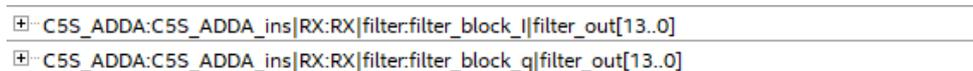

Рисунок 2.10 – Названия сигналов в Signal Tap
7) Скомпилируйте проект. Откройте Signal Tap и добавьте сигнал filter_out с модулей filter_block_I и filter_block_Q (Рисунок 2.10).